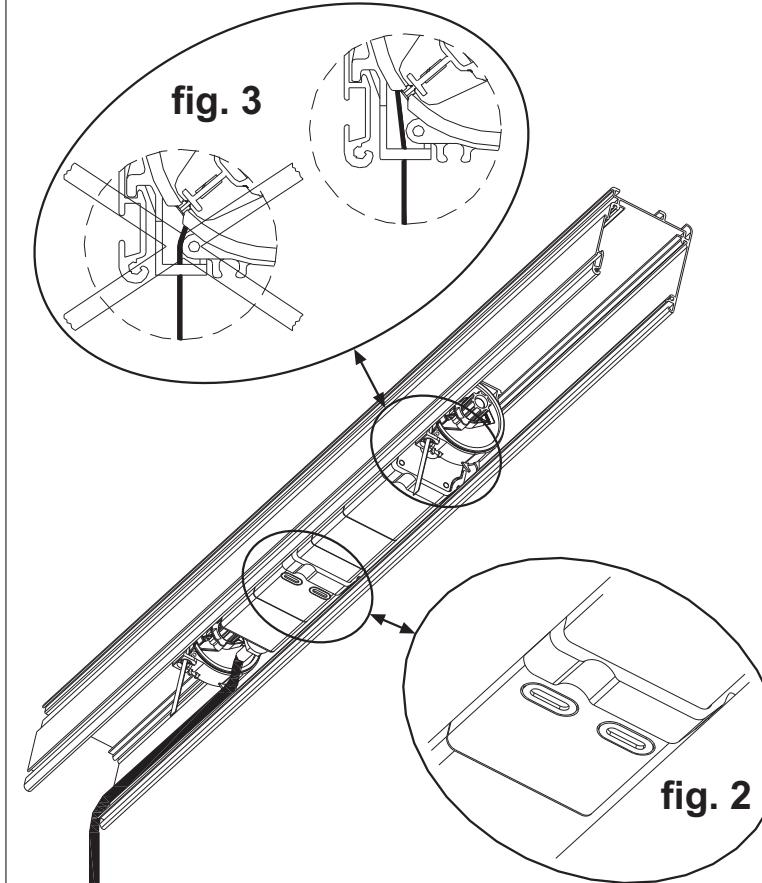

fig. 1
- Installare il cassonetto ed eseguire l'allacciamento alla rete del 220 Vac/50 Hz come indicato nella fig. 1.
- Il collegamento dei cavi/pulsante deve essere tassativamente realizzato come nella fig. 1. Collegamenti differenti possono compromettere la procedura di regolazione dei finecorsa.
- Installeer de bak en voer de aansluiting op het 220 Vac/50 Hz elektriciteitsnet aan zoals getoond in fig. 1.
De aansluiting van de kabels/drukknop moet verplicht worden uitgevoerd zoals getoond in fig. 1. Anders uitgevoerde aansluitingen kunnen de afstelprecedure van de eindschakelaars nadelig beïnvloeden.